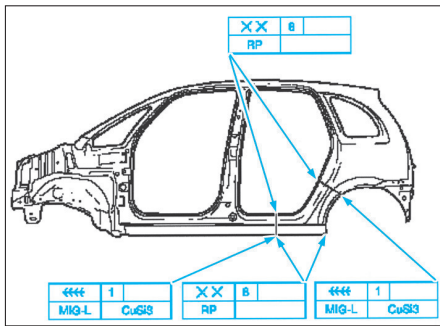

FIG. 52
- Souder le pied arrière (Fig.52).